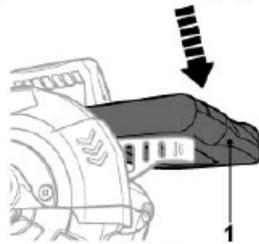

Fig. 22
- > Abaissez la poignée [1] et tirez sur le boulon de verrouillage [23] pour le sortir de sa position verrouillée (Fig. 22, 23).